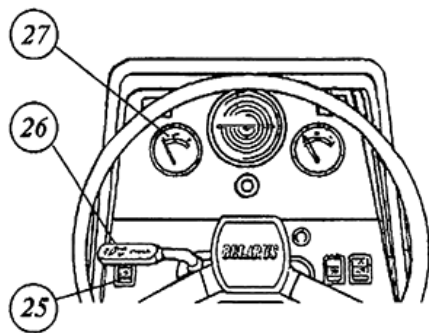

Рис. 26. Перемикач показчиків поворотів, ближнього і дальнього світла, звукового сигналу
25. Перемикач світла (рис. 26). Має 3 положення:
26. Перемикач покажчиків поворотів, ближнього і дальнього світла, звукового сигналу (рис. 26).
27. Показчик тиску повітря в пневмосистемі (рис. 26). Діапазон шкали 0...10 кгс/см².